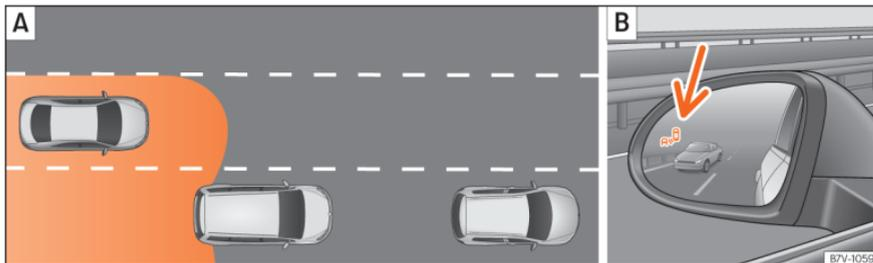

Abb. 273 Schematische Darstellung: **[A]** Überholvorgang mit Verkehr im hinteren Bereich. **[B]** Anzeige des Blind-Spot-Assistenten im Außenspiegel links.
In nachfolgenden Situationen erfolgt im Außenspiegel eine Anzeige »» **Abb. 273 B** (Pfeil) oder »» **Abb. 274 B** (Pfeil):
- Wenn man von einem anderen Fahrzeug überholt wird »» **Abb. 273 A**.